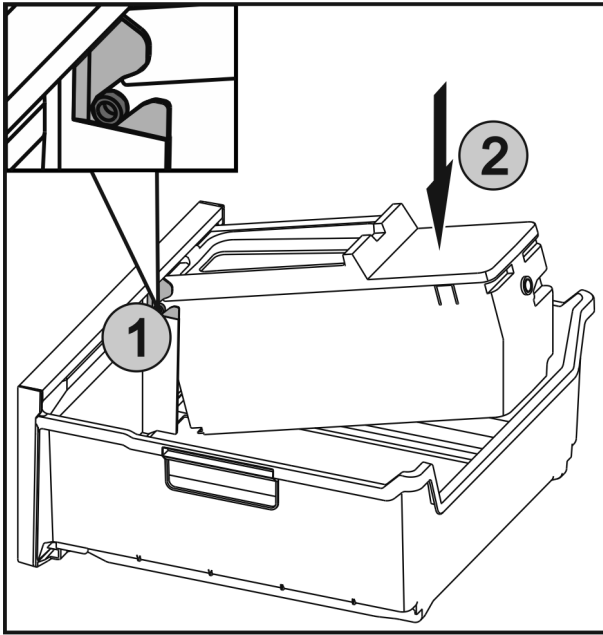

Fig. 43
- ▶ Вставити осі Fig. 43 (1) на EasyTwist-Ice у напрямні та натискати на задню сторону Fig. 43 (2) до фіксації накладки.